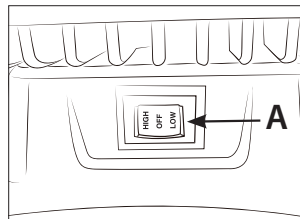

FIG. 4A
2. Pour allumer, appuyer le commutateur marche/arrêt sur soit HIGH ('ÉLEVÉ') ou LOW ('BAS'). (Fig. 4A et 4B)